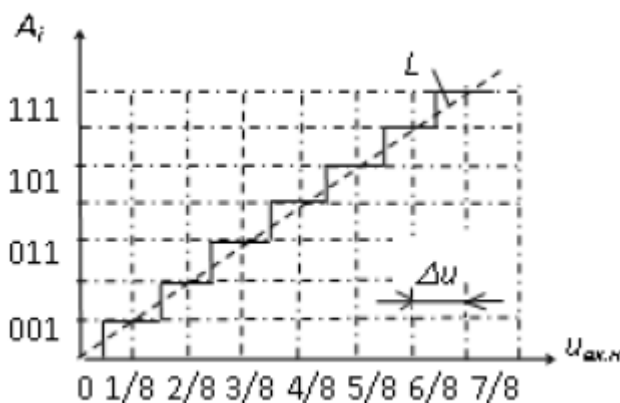

Рис. 2. Абсолютная погрешность преобразования АЦП
*Абсолютная погрешность преобразования* -  $\delta_i$ , в конечной точке шкалы есть отклонение реального максимального значения входного сигнала  $u_{\text{вх.max}}$  от максимального значения идеальной характеристики  $L$  АЦП (рис. 2). Обычно  $\delta_i$  измеряется в ЗМР – значении младшего разряда.